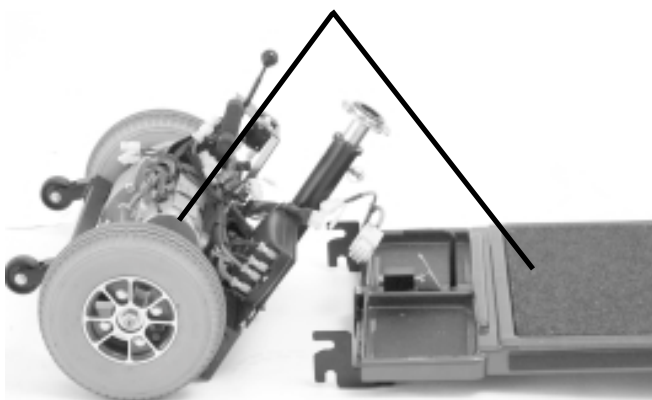

Abbildung 16. Front - und Heckteil
2. Positionieren Sie die Fahrzeughälften wie in <Abbildung 16> abgebildet.